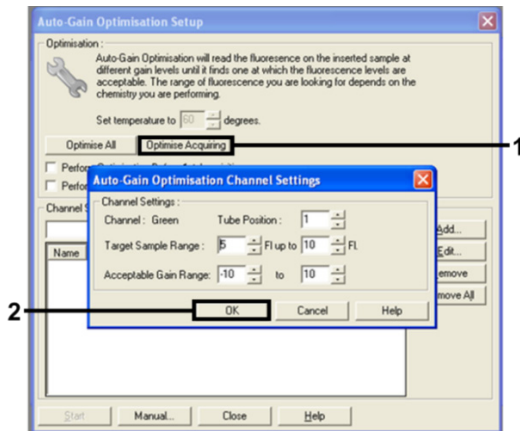

Figure 11. Auto-gain Optimization (Optimisation du gain automatique) pour le canal vert.
13. Cliquer sur Optimise Acquiring (Optimiser l'acquisition). Les paramètres de chaque canal sont affichés. Cliquer sur OK pour accepter ces valeurs par défaut pour les deux canaux. (figure 11).